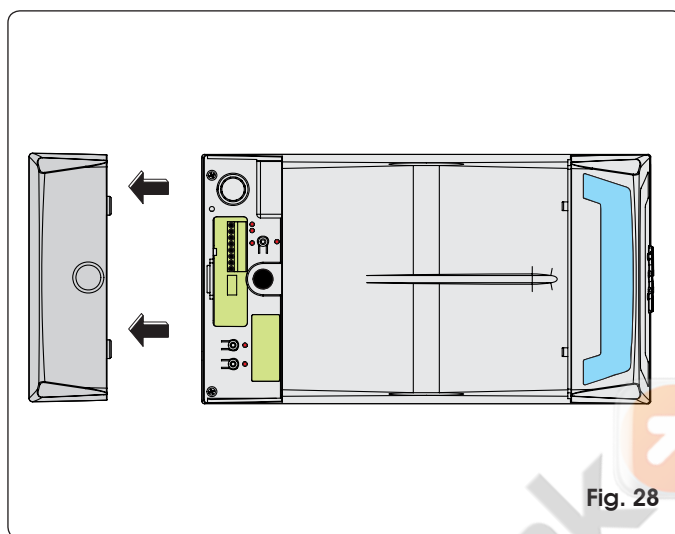

Fig. 28
**👉** Effectuer le cycle de SET UP après avoir préalablement monté le carter en plastique. Il suffit d'enlever le capot postérieur (Fig. 28). Saisir des deux mains le capot postérieur et tirer délicatement vers le bas. Au terme de la procédure indiquée à ce chapitre, remonter le capot.